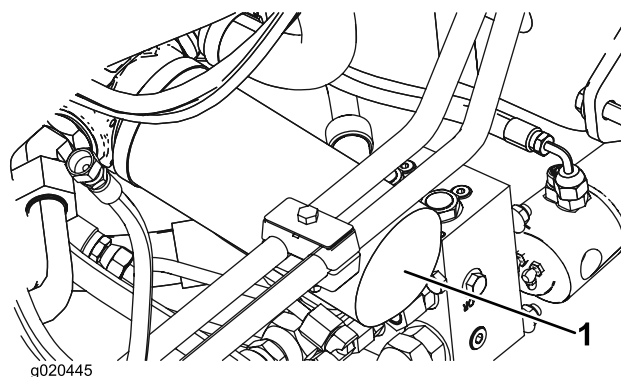

Figura 100
2. Limpie alrededor de la zona de montaje de los filtros. Coloque un recipiente debajo del filtro y retire el filtro (Figura 100).